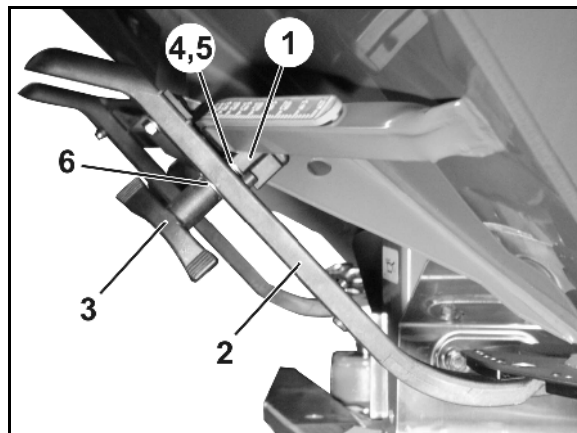

Fig. 83
6. Montera klämanordningen (Fig. 83/1) för reglerspaken (Fig. 83/2) enligt följande:
- 6.1 Skruva av vingmuttern (Fig. 83/3).
- 6.2 Ta ut skruven och byt plats på de båda mellanläggsbrickorna (Fig. 83/4) bakifrån (Fig. 83/5) och framåt (Fig. 83/6).